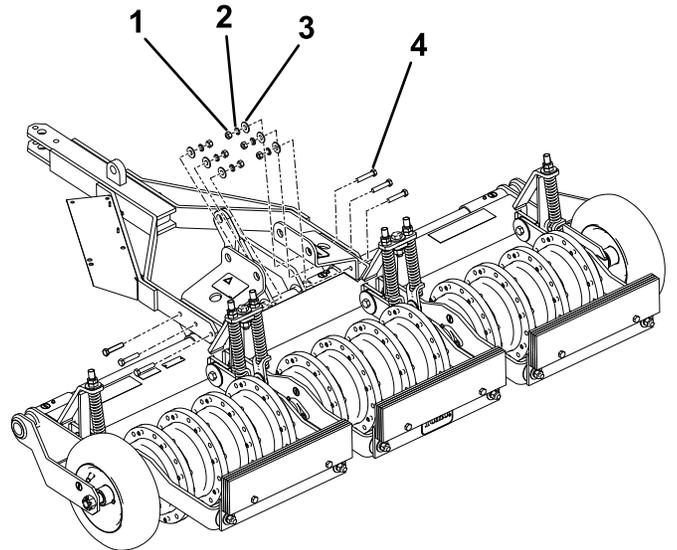

Figura 7
4. Prenda o conjunto do garfo e os suportes com as ferragens como se mostra na Figura 7 e aperte as porcas com 54 a 74 N·m.